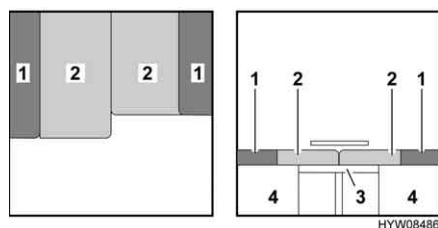

Fig. 37 Dopo la trasformazione
- Portare i cuscini del divano (Fig. 37,2) di entrambi i lati sul tavolo (Fig. 37,3).
- Posizionare i cuscini dello schienale (Fig. 37,1) dei due lati sui cassoni del letto (Fig. 37,4).